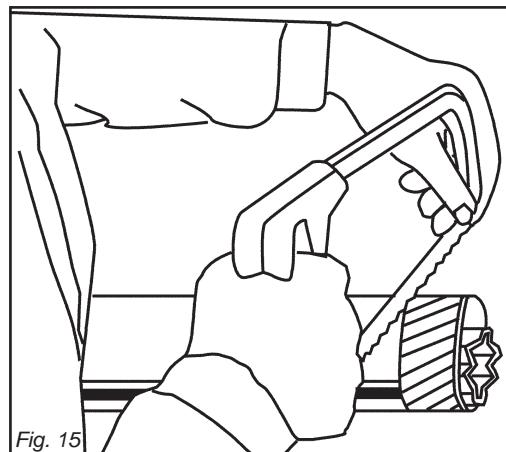
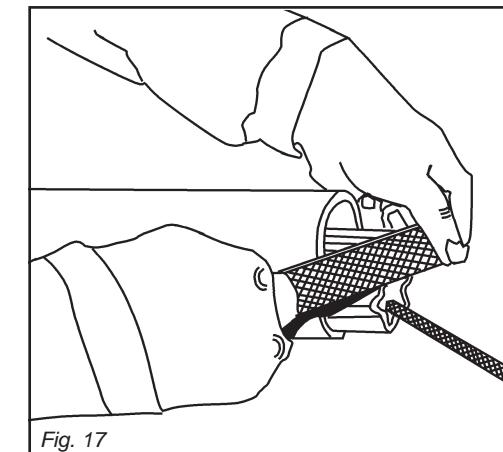
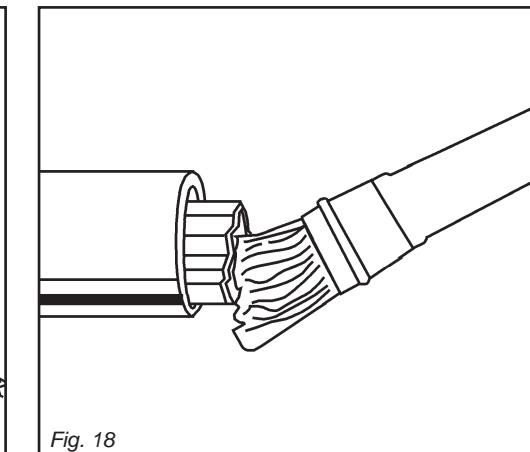

Fig. 15
Fig. 17
Fig. 18
- Accorciare i tubi scorrevoli di una stessa lunghezza (Fig. 15 e 16), sbavare e pulire (Fig. 17) e ingrassare l'interno del tubo esterno (Fig. 18).
- Shorten the sliding tubes by the same extent (Fig. 15 and 16), deburr and trim (Fig. 17), then grease the inside of the outer tube (Fig. 18).
- Raccourcir les tubes coulissant de la même longueur (Fig. 15 et 16), ébavurer et nettoyer (Fig. 17) puis graisser l'intérieur du tube extérieur (Fig. 18).
- Die Gleitrohre um die gleiche Länge (Abb. 15 und 16) kürzen, sie abrunden und reinigen (Abb. 17) und das Innere des Außenrohrs schmieren (Abb. 18).
- Acortar los tubos corredivos en modo uniforme (Fig. 15 y 16), quitar las rebabas y limpiar (Fig. 17) y engrasar dentro del tubo externo (Fig. 18).